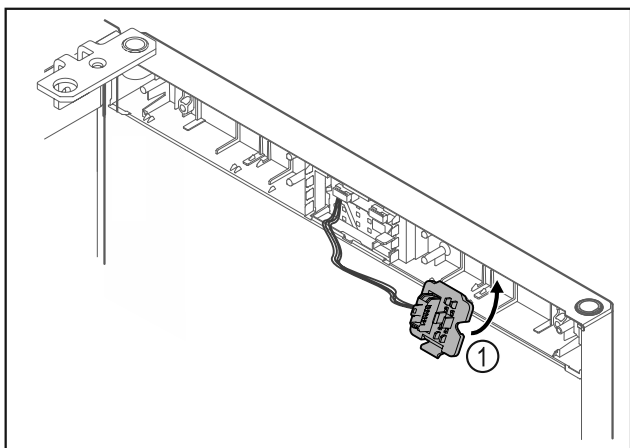

Fig. 23
- Steckerhouder Fig. 23 (1) aan tegenoverliggende zijde vergrendelen.